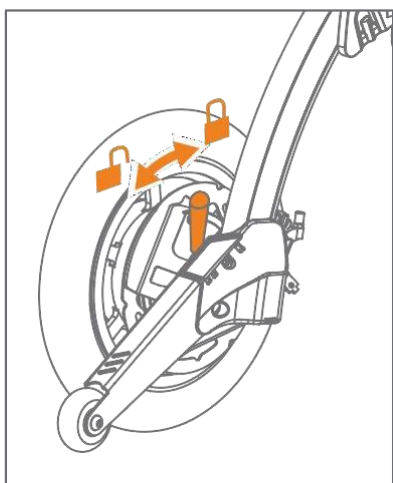

Figura 57: Para pasar al modo de asistencia eléctrica
1. Mueva ambas palancas en la parte trasera del andador hacia adelante (**Figura 57**) .